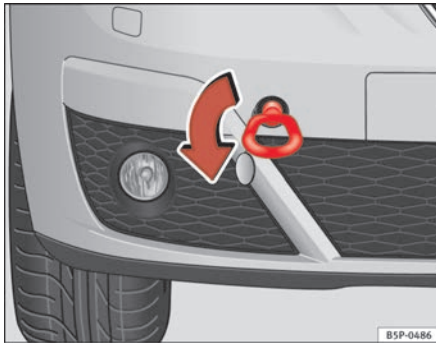
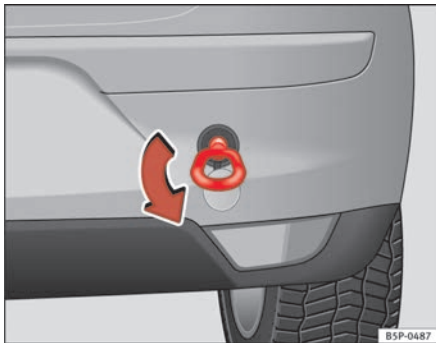

Abb. 198 Frontpartie rechts: Einschrauben der vorderen Abschleppöse
Abb. 199 Einschrauben der Abschleppöse hinten
- Schrauben Sie die Abschleppöse in Pfeilrichtung *links* herum bis zum Anschlag vorne ⇒ Abb. 198 oder hinten ⇒ Abb. 199 in die Gewindebohrung ein. ■